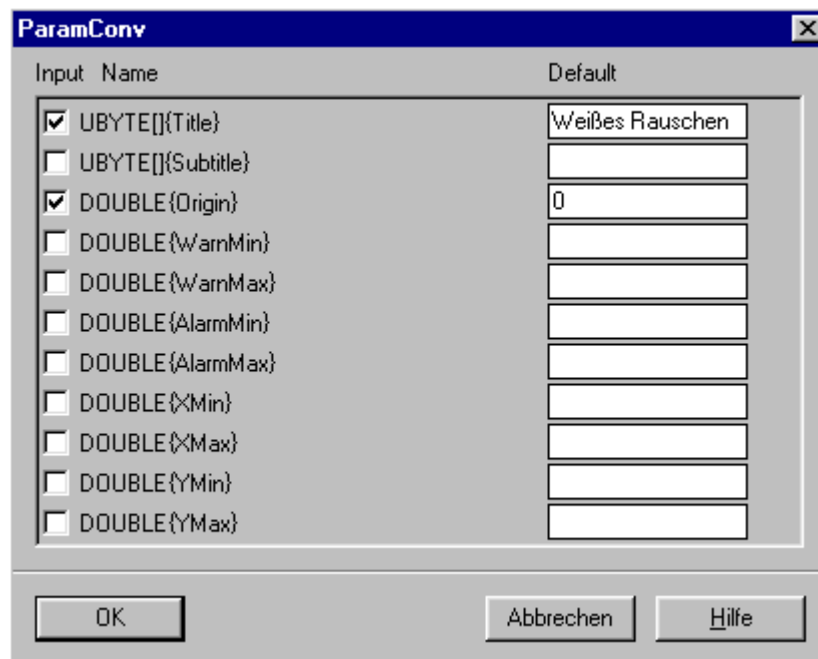

Abb. 3.20: Dialog des Moduls **ParamConv**
3. Öffnen Sie das Dialogfenster von **ParamConv**, wählen Sie die Zeile **UBYTE[] {Title}** aus und tragen Sie als Defaultwert **Weißes Rauschen** ein (siehe Abb. 3.20).